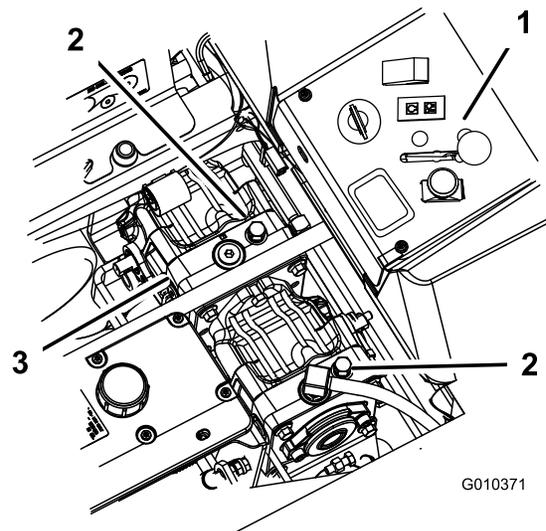

Рисунок 38
3. Поверните перепускной клапан на один оборот против часовой стрелки для толкания машины (Рисунок 38).
Поверните перепускной клапан на один оборот по часовой стрелке для эксплуатации машины (Рисунок 38).